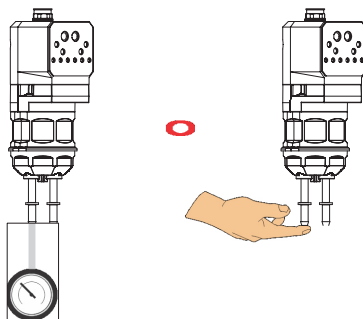

Figura 11 Opzioni di controllo del vuoto
3. Scollegare il tubo polvere dalla pompa. Collegare un vacuometro al raccordo di aspirazione o mettere un dito sul raccordo come illustrato nella Figura 11.